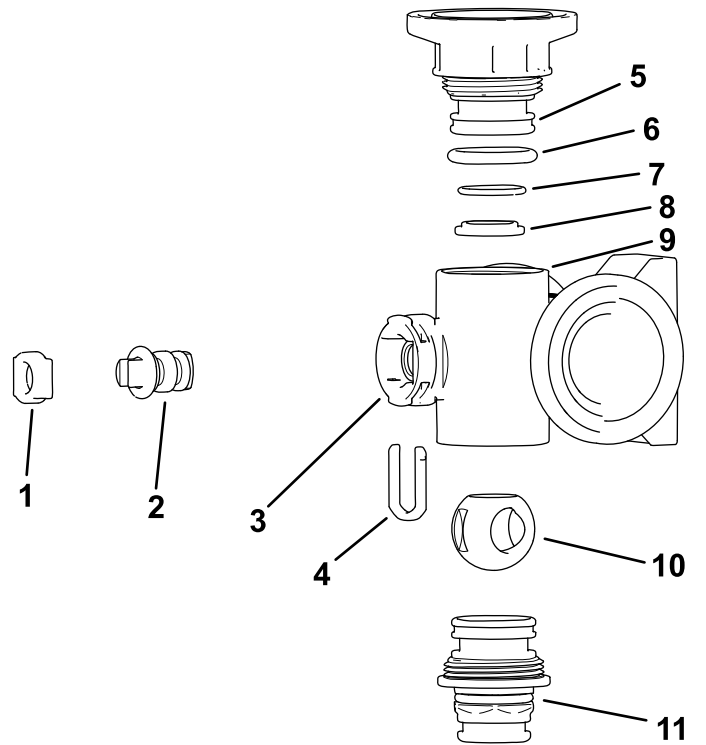
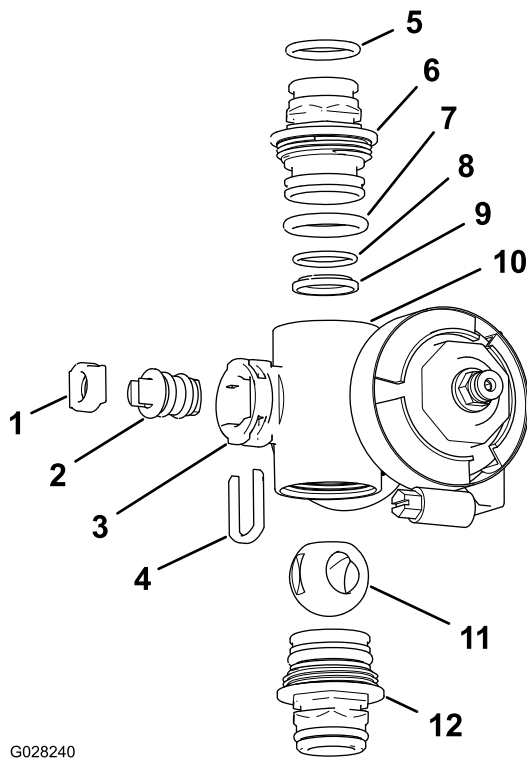

Bild 112
Bild 113
2. Nehmen Sie die zwei Endkappen-Anschlussstücke von jedem Ende des Verteilergehäuses ab (Bild 112 und Bild 113).
- Nehmen Sie den Schafthalter aus den Schlitzen im Schaftanschluss im Verteiler heraus (Bild 112 und Bild 113).
- Nehmen Sie den Schafthalter und den Ventilschaftsockel aus dem Verteiler heraus (Bild 112 und Bild 113).
- Fassen Sie in das Verteilergehäuse und nehmen Sie den Ventilschaft heraus (Bild 112 und Bild 113).
- Prüfen Sie den Zustand der O-Ringe des Auslaufanschlussstücks (nur Abschnittventilverteiler), der Endkappen-O-Ringe, der hinteren O-Ringe und den Kugelsockel auf Beschädigungen oder Abnutzung (Bild 112 und Bild 113).
- Fetten Sie den Ventilschaft ein und setzen ihn in den Ventilschaftsockel (Bild 112 und Bild 113) ein.
- Setzen Sie den Ventilschaft und den Sockel in den Verteiler und befestigen Sie den Schaft und den Sockel mit dem Schafthalter (Bild 112 und Bild 113).
- Stellen Sie sicher, dass die hinteren O-Ringe und der Kugelsockel ausgefluchtet sind und im Endkappen-Anschlussstück sitzen (Bild 112 und Bild 113).
- Bringen Sie das Endkappen-Anschlussstück am Verteilergehäuse an, bis der Flansch des Endkappen-Anschlussstücks das Verteilergehäuse berührt, drehen Sie dann das Endkappen-Anschlussstück um eine weitere Achtel- bis Viertelumdrehung (Bild 112 und Bild 113).